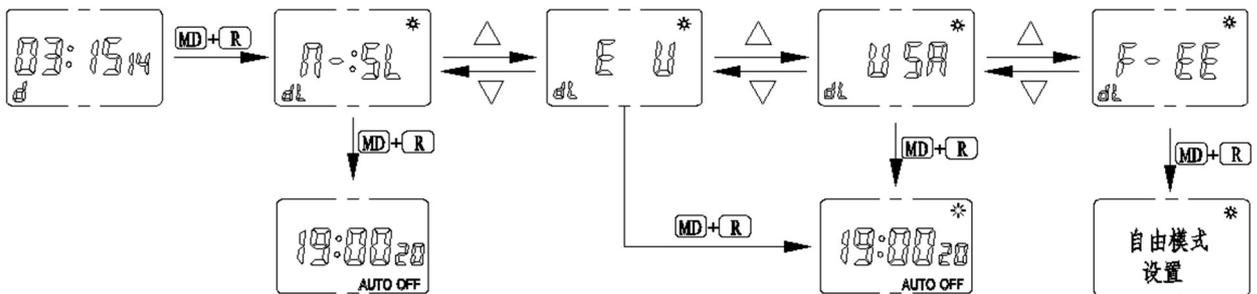

Рисунок 9. Светодиодный индикатор (настройка DST)
3.2.2.5.1 По окончании настройки даты нажмите кнопки «MD» + «R», чтобы зайти в режим экономии энергии в дневное время. Нажмите кнопку « Δ » или « ∇ » для выбора режима DST, который включает в себя режимы «M-5L (Выкл.)», «EU (Европа)», «USA (США)» и «F-EE (Свободный)», как показано на рис.9. По окончании настройки нажмите кнопки «MD» + «R» для выхода. Если данная функция не нужна, выберите режим ВЫКЛ., иначе часы изделия будут неправильно работать.